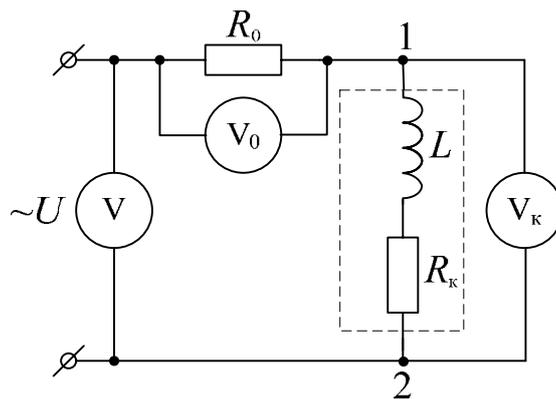

Рис. 3.3.
2. Если источника постоянного напряжения нет, то параметры индуктивных катушек можно определить **методом трех вольтметров**. При этом используют источник синусоидального напряжения и резистор  $R_0$  с известным сопротивлением, значение которого соизмеримо с полным сопротивлением  $Z_k$  катушки. В цепи, показанной на рис. 3.3, измеряют входное напряжение  $U$ , напряжение  $U_0$  на резисторе с известным сопротивлением  $R_0$  и напряжение  $U_k$  на изучаемой катушке. По напряжению  $U_0$  находят ток в цепи
5. Собрать цепь рис. 3.3, используя в качестве  $R_0$  элемент 02. На основании измерений напряжений  $U$ ,  $U_0$  и  $U_K$  по формулам (3.4), (3.5) рассчитать  $R_K$ ,  $X_L$  и  $L$ , занести эти значения в табл. 3.2 и сравнить с результатами измерения тех же величин методом амперметра и вольтметра.
11. Прodelать то же, что описано в п. 10, включив в цепь между точками 1 и 2 в схеме рис. 3.3 элемент 12. Результаты занести в табл. 3.2.